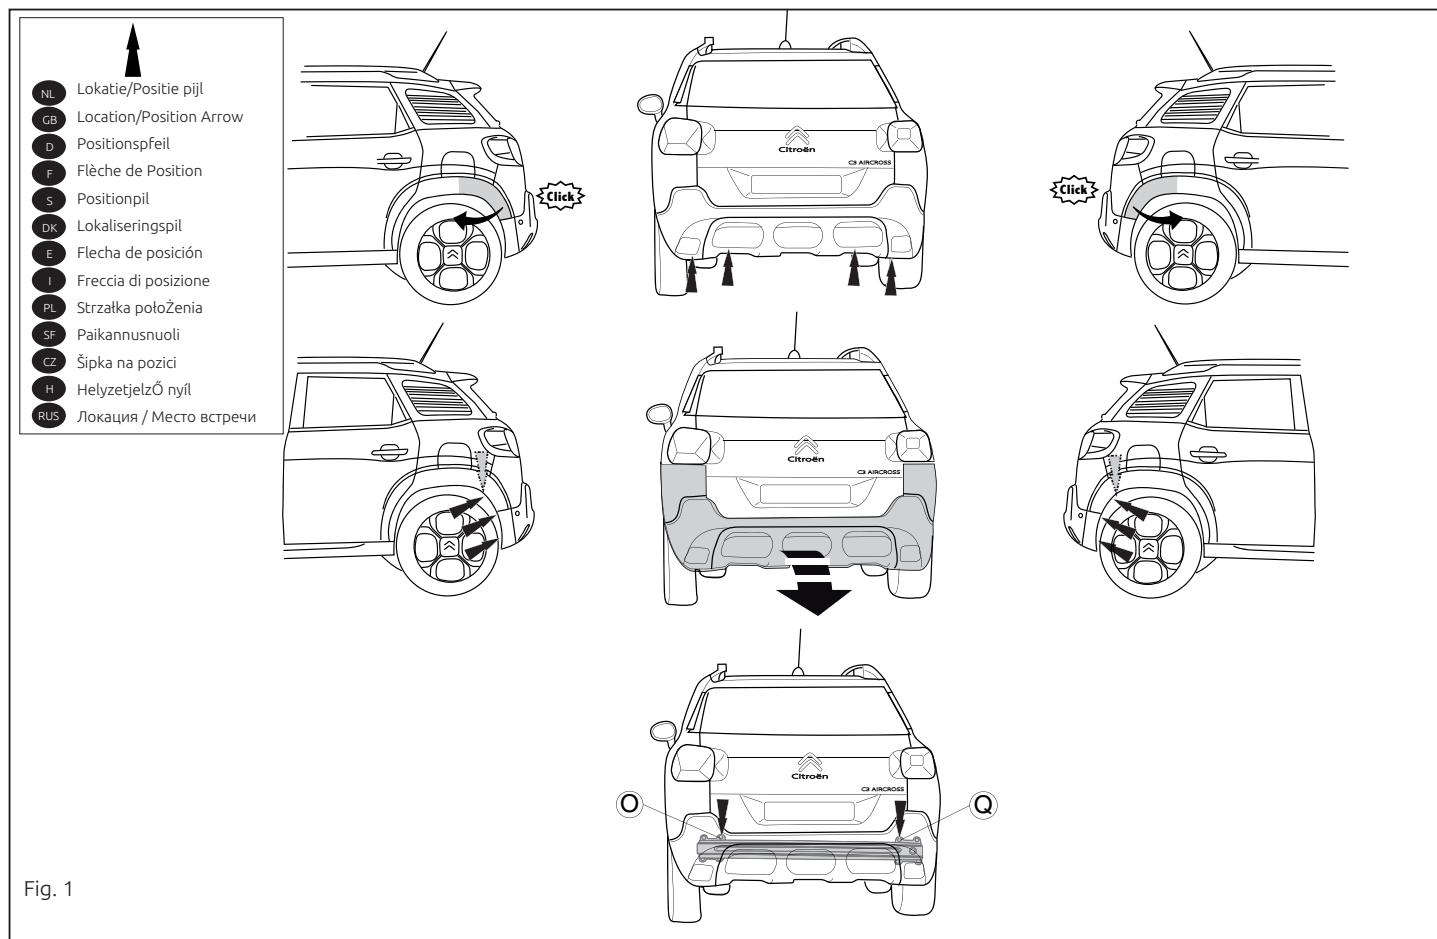

Fig. 1
1. Démontez le pare-chocs. Voir la figure 1.
1. Demontér kofangeren. Se fig. 1.
4. Afmonter de oprindelige bolte på punkterne O og Q. Se fig. 1.